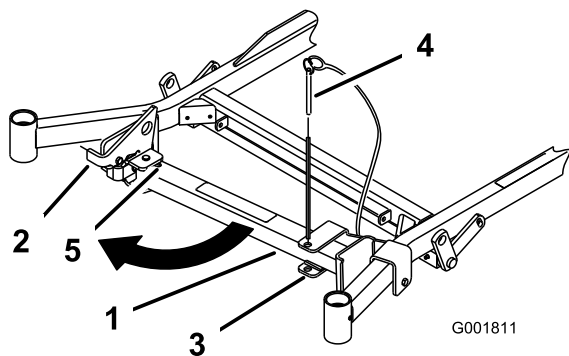
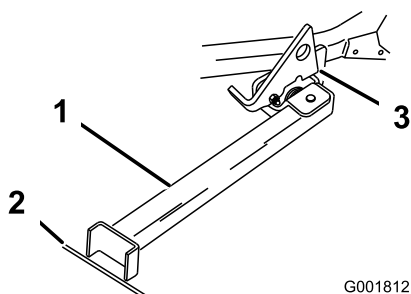

Figure 46
Figure 47
2. Retirez la goupille du support (Figure 46).
4. Dépliez le pied du support et poussez le support vers la machine en l'engageant dans le bas de la fente (Figure 46 et Figure 47).
5. Posez le pied du support sur le sol et appuyez le verrou sur la languette de pivot (Figure 47).
**Remarque:** Pour obtenir des résultats optimaux, placez le pied du support dans des fissures du trottoir ou dans la pelouse (Figure 47).
7. Conduisez la machine sur le support. Arrêtez-vous quand le verrou retombe sur la languette en position verrouillée (Figure 47).
5. Ramenez le support à sa position de repos (Figure 46).